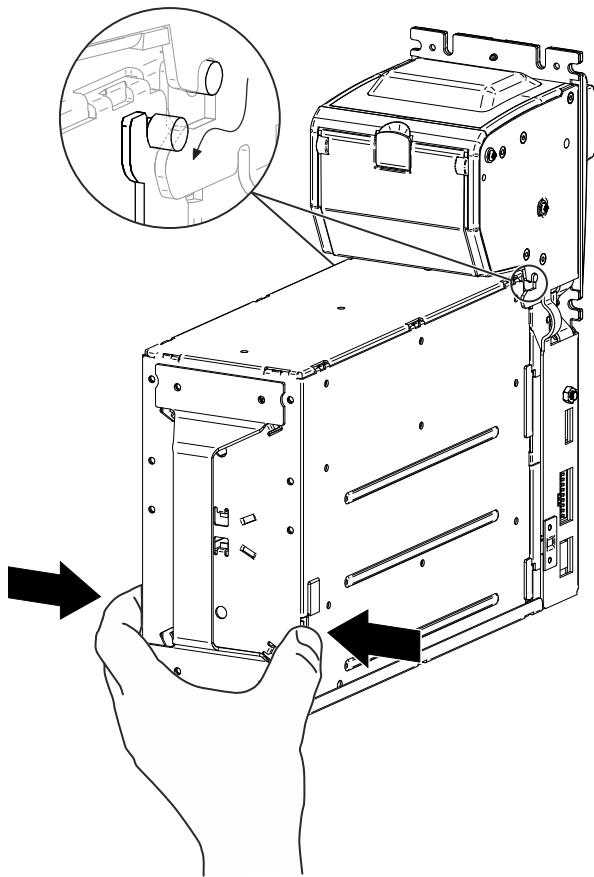

Рисунок 18. Снятие ящика купюроприемника
1. Откройте дверь финансового отсека (2) паркомата.
2. Зажмите с двух сторон фиксаторы, расположенные в нижней части ящика (см. рис. 18).
3. Продолжая одной рукой держать фиксаторы зажатыми, другой рукой возьмитесь за ручку или корпус ящика и выньте верхнюю часть ящика из пазов (см. рис. 18).
2. Вставьте верхнюю часть ящика в пазы (см. рис. 18), затем прижмите нижнюю часть ящика до щелчка.